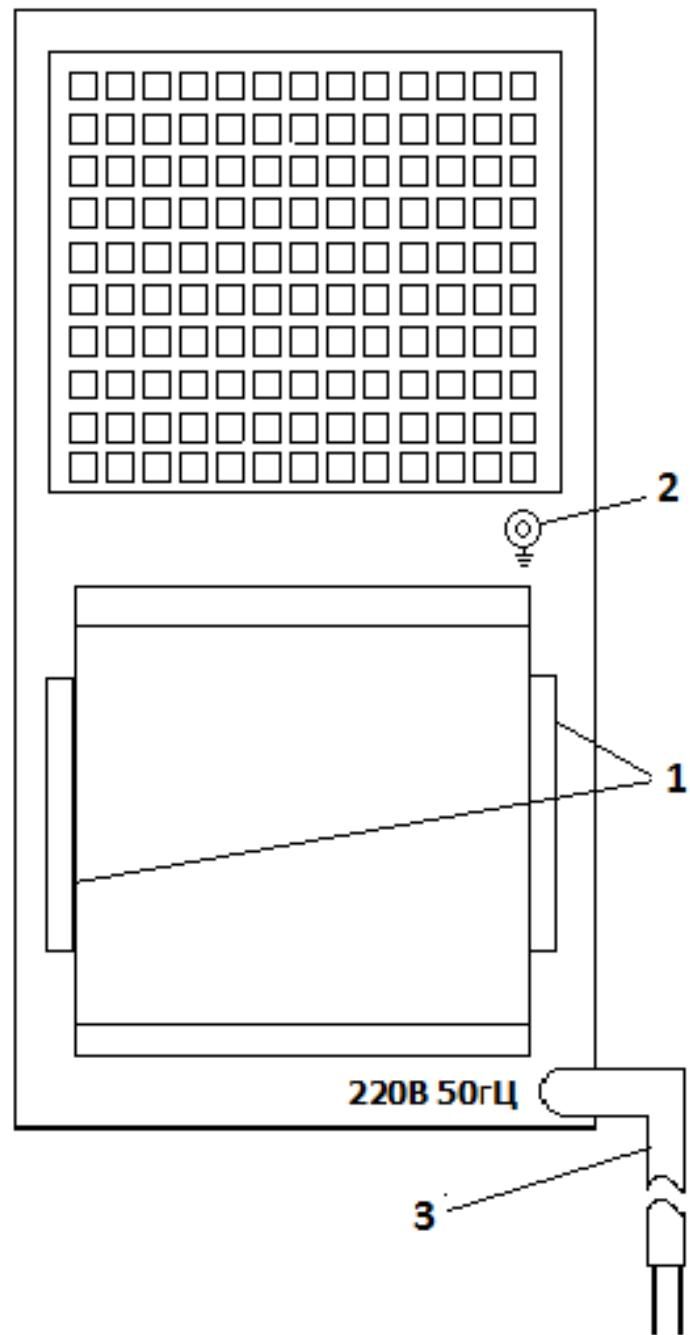

Рис.1. Задняя панель комплекта СИНУС-Т 7000А
4.3.1. На задней панели комплекта находятся (рис.1):